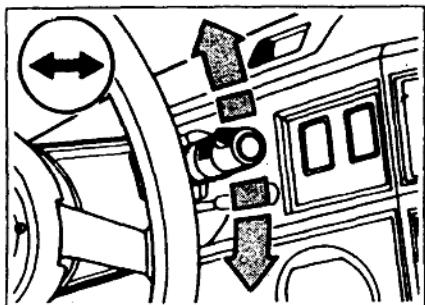

图1-6 转向信号灯的控制
(1) 转向信号。根据转向方向相应上或下移动组合开关杆就可完成转向信号的控制。杆在上下运动方向上有三个位置，如图 1-6 所示。